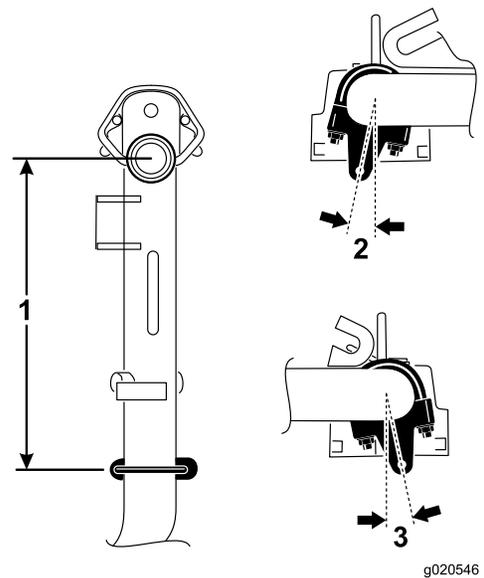

Figura 5
- En los brazos de elevación números 1, 4 y 5, posicione los soportes de las cadenas y los pernos en U a 38,1 cm por detrás de la línea central del nudo del pivote (Figura 5).
- En los brazos de elevación números 1 y 5, los soportes deben girarse hacia la derecha, a 10 grados de la vertical (Figura 5).
- En el brazo de elevación número 4, el soporte debe girarse hacia la izquierda, a 10 grados de la vertical (Figura 5).